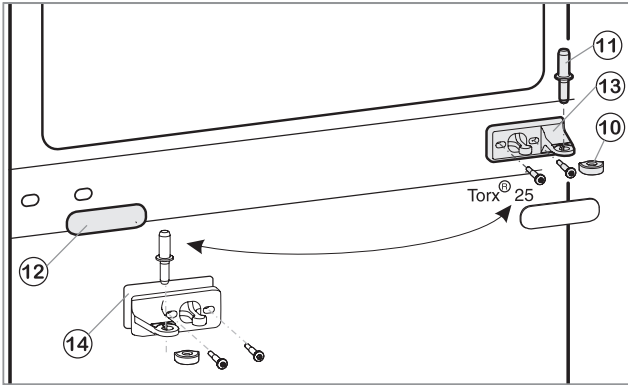

Fig.2
- Retirar o perno de apoio central Fig. 2 (11) do apoio e da porta inferior.
- Retirar a capa de plástico Fig. 2 (10).
- Desaparafusar o apoio inferior Fig. 2 (13) (2 vezes Torx® 25).
- Retirar cuidadosamente a guarnição de cobertura Fig. 2 (12).
- Aparafusar o apoio central Fig. 2 (13) com a base Fig. 2 (14) rodada em 180° no novo lado da dobradiça (com 4 Nm).
- Voltar a encaixar a guarnição de cobertura Fig. 2 (12) rodada em 180°, no lado novo da pega.
- Voltar a instalar a capa de plástico Fig. 2 (10) no apoio central Fig. 2 (13).
- Inserir o perno de apoio central Fig. 2 (11) no lado novo da dobradiça, fazendo-o passar pelo apoio central Fig. 2 (13) na porta inferior.
- Colocar a porta superior sobre o perno de apoio central Fig. 2 (11).
- Se necessário, alinhar as portas com o corpo do aparelho sobre os dois orifícios oblongos no apoio inferior e no apoio central Fig. 2 (13). Para tal, desaparafusar o parafuso central no apoio inferior.